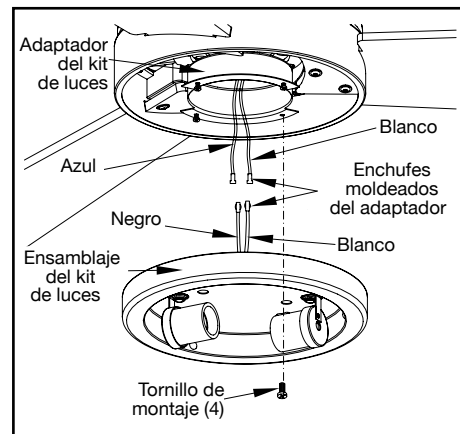

Figura 11
1. Afloja, pero no quites, tres de los cuatro tornillos de montaje del adaptador del kit de luces debajo del conjunto del motor del ventilador; retira un tornillo de montaje. (Figura 11)